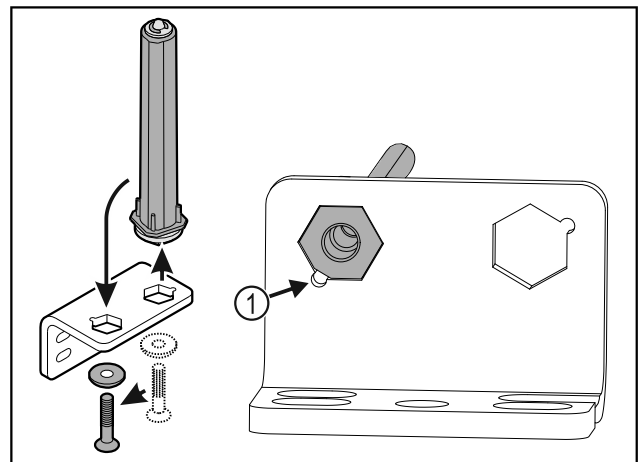

Fig. 37
- ▶ При поставянето внимавайте за това, скосяването на болта Fig. 37 (1) да сочи към кръглия отвор.